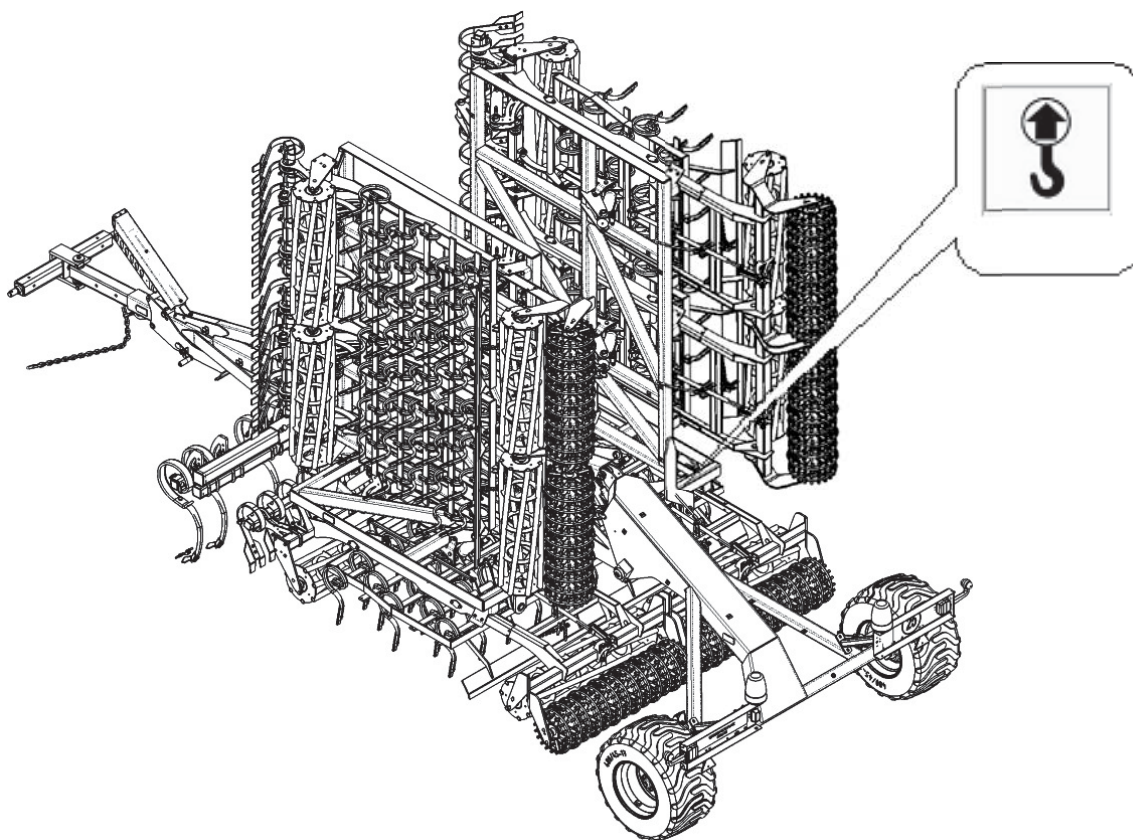

Fig. 3 Hefpunten van de heftoestellen
- De transportbanden dienen te worden geplaatst op de vleugels op de plaatsen die met een sticker zijn aangegeven naklejką (Fig. 3).